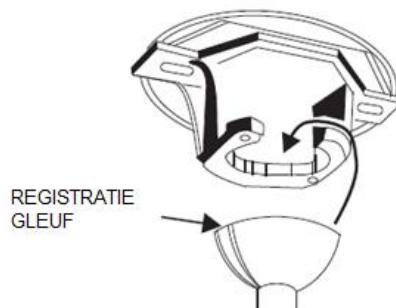

Fig. 6
- Til de ventilator op de montagebeugel. Zorg ervoor dat de registratie gleuf van hanger kogel overeen kom met de stop van montagebeugel om zo te voorkomen dat de ventilator draait tijdens gebruik. (Fig. 6)